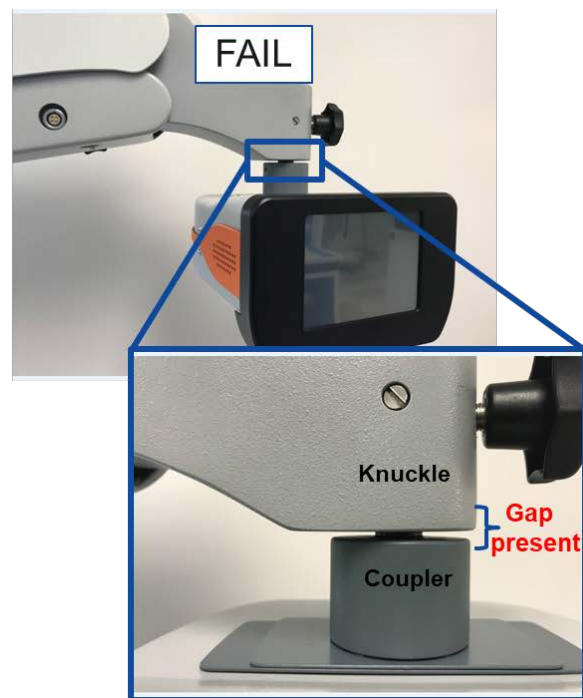

Figura 3: test non superato
- TEST NON SUPERATO: lo spazio tra lo snodo e l'accoppiatore è maggiore o uguale allo spessore di una carta di credito (circa 0,75 mm), come mostrato nell'immagine "FAIL", nella Figura 3. Se il suo dispositivo non supera questo test, interrompa immediatamente il suo utilizzo e notifihi il malfunzionamento ad Alcon, a/ad assistenza.tecnicaitalia@alcon.com.